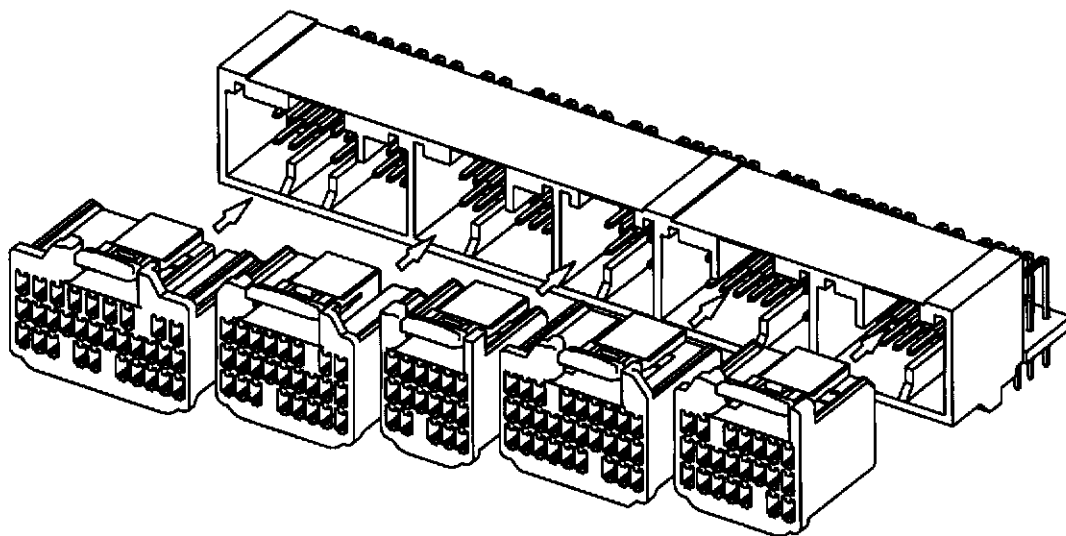

Fig.16
- (3) 指定のメス・ハウジングをオス・コネクタに Fig.16 のような向きにまっすぐ挿入してください。「パチン」と音がしてそれ以上押し込むことができなければ嵌合は完了です。挿入できない場合は、無理に押し込まず、(1)、(2)の項目を再度確認してください。